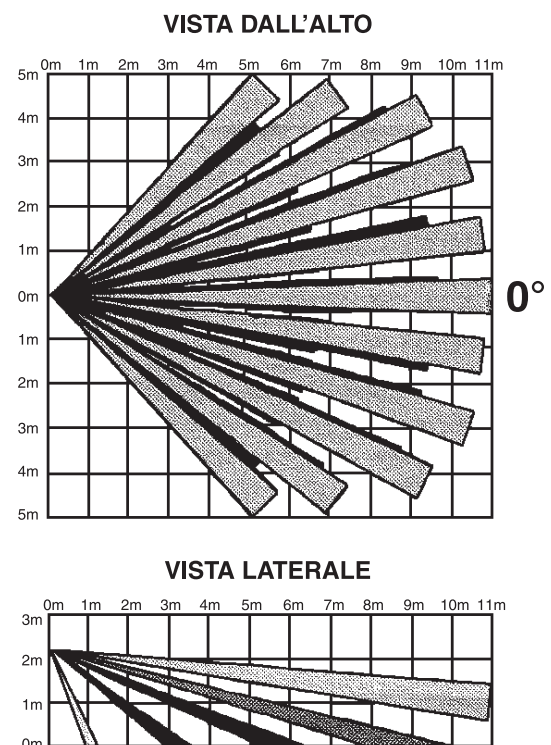

Figura 2: Schema di copertura della lente
**Prova movimento del rilevatore:** La prova movimento è eseguita per definire la forma della copertura delle lenti del rilevatore – vedere Figura 2. Il ponticello B annulla il tempo di ritardo tra i rilevamenti, permettendo l'esecuzione di un'efficace prova movimento.